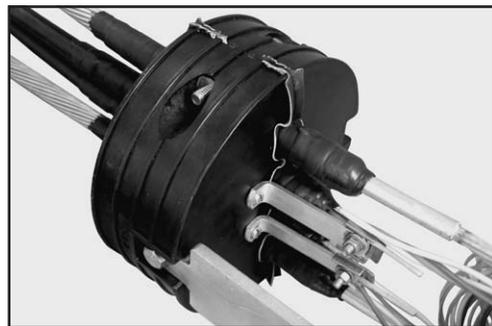

Figura 39
9.2 Siga los procedimientos de los ítems 8.2 a 8.4 para fijar los soportes “L” (Figura 39).